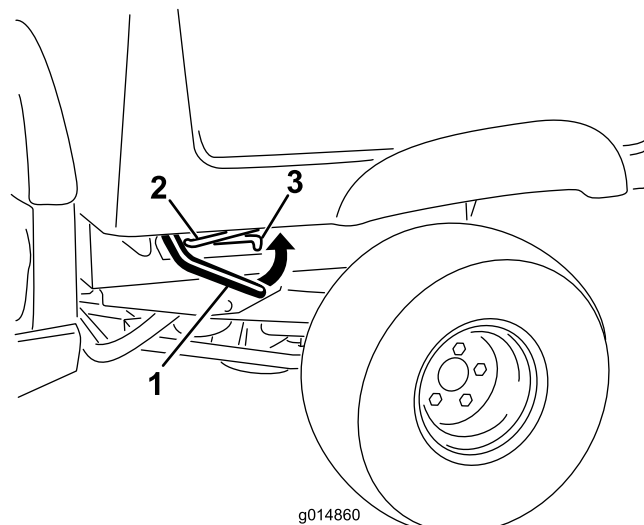

Figura 19
1. Com a alavanca de bloqueio em cada um dos lados, perto do canto dianteiro da caixa de carga, levante a caixa (Figura 19).
2. Fixe a caixa de carga puxando a barra de apoio para o bloqueio traseiro, na extremidade da ranhura que se encontra na estrutura esquerda da máquina (Figura 19).
1. Levante ligeiramente a caixa de carga levantando a alavanca de bloqueio (Figura 19).
2. Retire a barra de apoio da ranhura de bloqueio (Figura 19).
3. Baixe a caixa até prender em segurança (Figura 19).